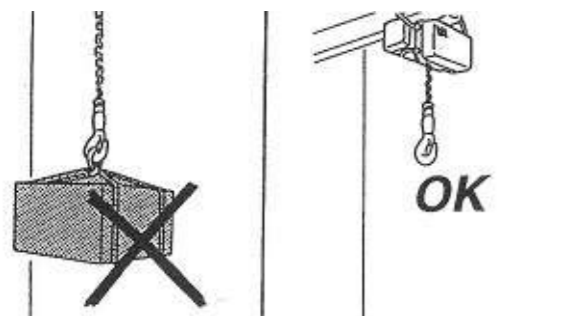

fig.60
1. Depositare il carico nella collocazione prevista. Non lasciare mai il carico sospeso (fig.60)